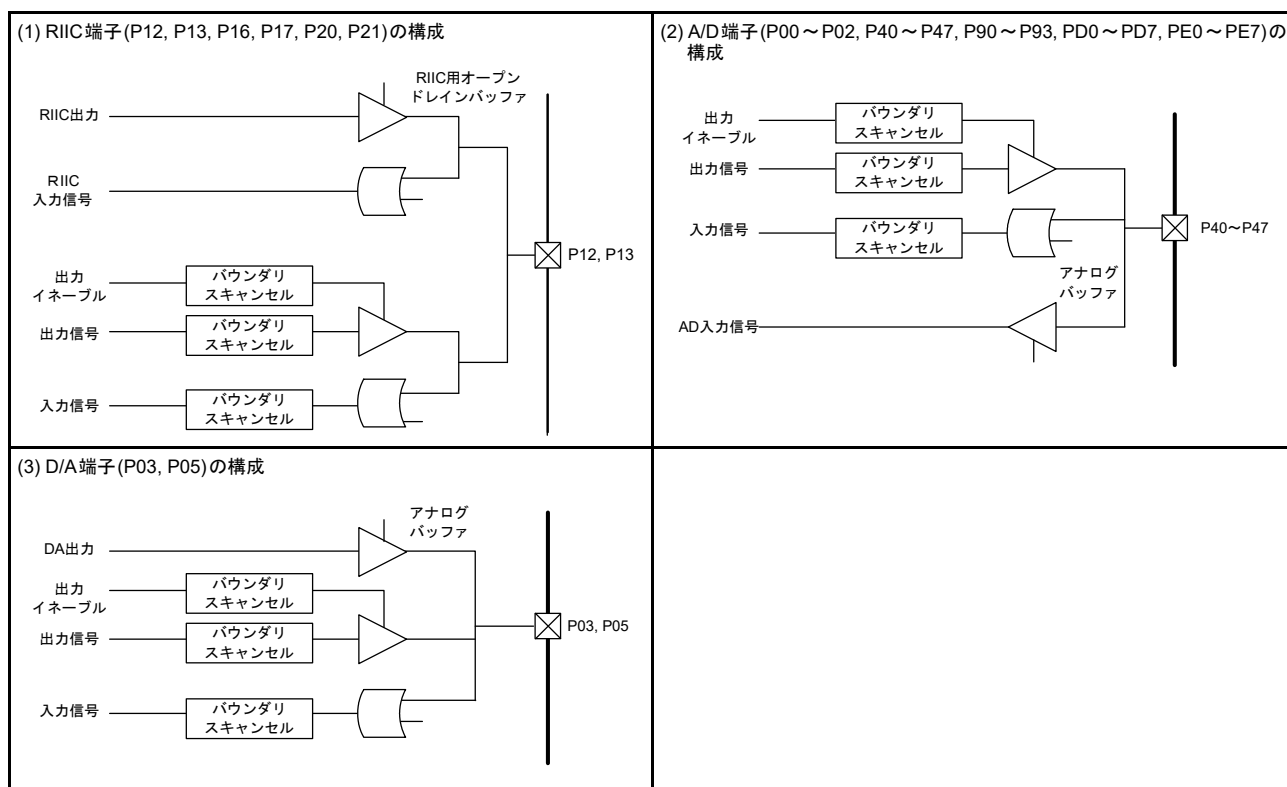

図 49.4 各端子の構成
- (5) クロック端子 (EXTAL, XTAL, XCIN, XCOU) はバウンダリスキャンの対象外です。
- (6) リセット端子 (RES#) はバウンダリスキャンの対象外です。
- (7) USB 専用端子 (USB0\_DP, USB0\_DM) はバウンダリスキャンの対象外です。
- (8) オンチップエミュレータイネーブル端子 (EMLE) はバウンダリスキャンの対象外です。
- (9) バウンダリスキャン端子 (BSCANP) はバウンダリスキャンの対象外です。
- (10) バウンダリスキャンの端子 (TCK, TMS, TRST#, TDI, TDO) はバウンダリスキャン対象外です。
- (11) バウンダリスキャン機能は以下のとき、使用できません。
- (12) オープンドレイン機能付き端子を、オープンドレイン機能有効として使用した場合、バウンダリスキャン機能で出力のスキャンレジスタを 1、出力イネーブルレジスタを 1 に設定し、EXTEST 命令、CLAMP 命令、SAMPLE/PRELOAD 命令のいずれかを実行すると端子はハイインピーダンスではなく、High 出力になります。
- (13) 複合ポートの場合、バウンダリスキャンの規格を守るように注意してください。RIIC 端子との複合ポート端子構成 (P12, P13, P16, P17, P20, P21) を図 49.4 (1) に示します。P12、P13、P16、P17、P20、P21 を RIIC 端子 (SCL0[FM+], SCL2, SDA0[FM+], SDA2) として使用した場合、バウンダリスキャン機能をご使用の際は、オープンドレイン出力との衝突、回り込みに注意してください。
- (14) P00 ~ P02、P40 ~ P47、P90 ~ P93、PD0 ~ PD7、PE0 ~ PE7 端子構成を図 49.4 (2) に示します。P00 ~ P02、P40 ~ P47、P90 ~ P93、PD0 ~ PD7、PE0 ~ PE7 を AD 入力 (AN000 ~ AN007, ANEX0, ANEX1, AN100 ~ AN120) として使用した場合、バウンダリスキャン機能をご使用の際は、AD 入力との衝突、回り込みに注意してください。
- (15) P03、P05 の端子構成を図 49.4 (3) に示します。P03、P05 を DA 出力 (DA0, DA1) として使用した場合、バウンダリスキャン機能をご使用の際は、DA 出力との衝突、回り込みに注意してください。
- (16) MD 端子は HIGHZ オプションを使用することができません。